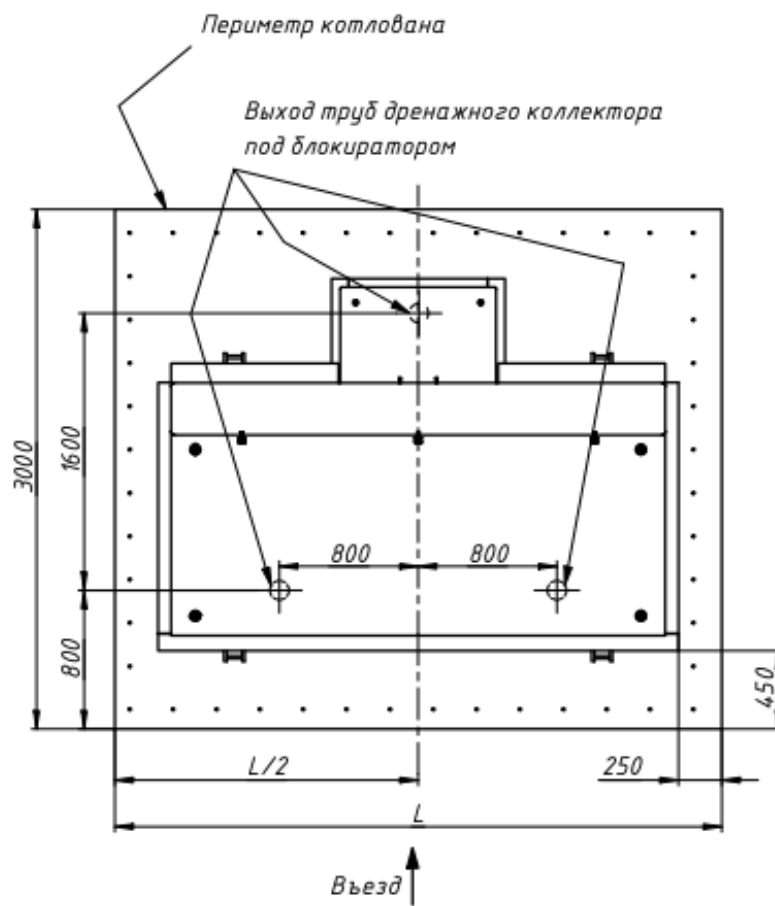

Рис.4
1.2.7 Установить блокиратор на бетонное основание. Для того, чтоб сливные отверстия совпали с дренажным коллектором необходимо при установке блокиратора выдержать размеры, указанные на рис.4.